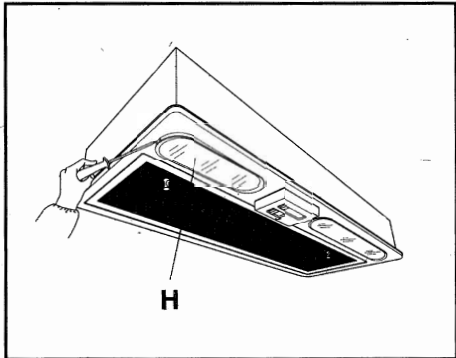

Fig. 6
- Enlevez les écrans protège-lampe (H - Fig. 6).